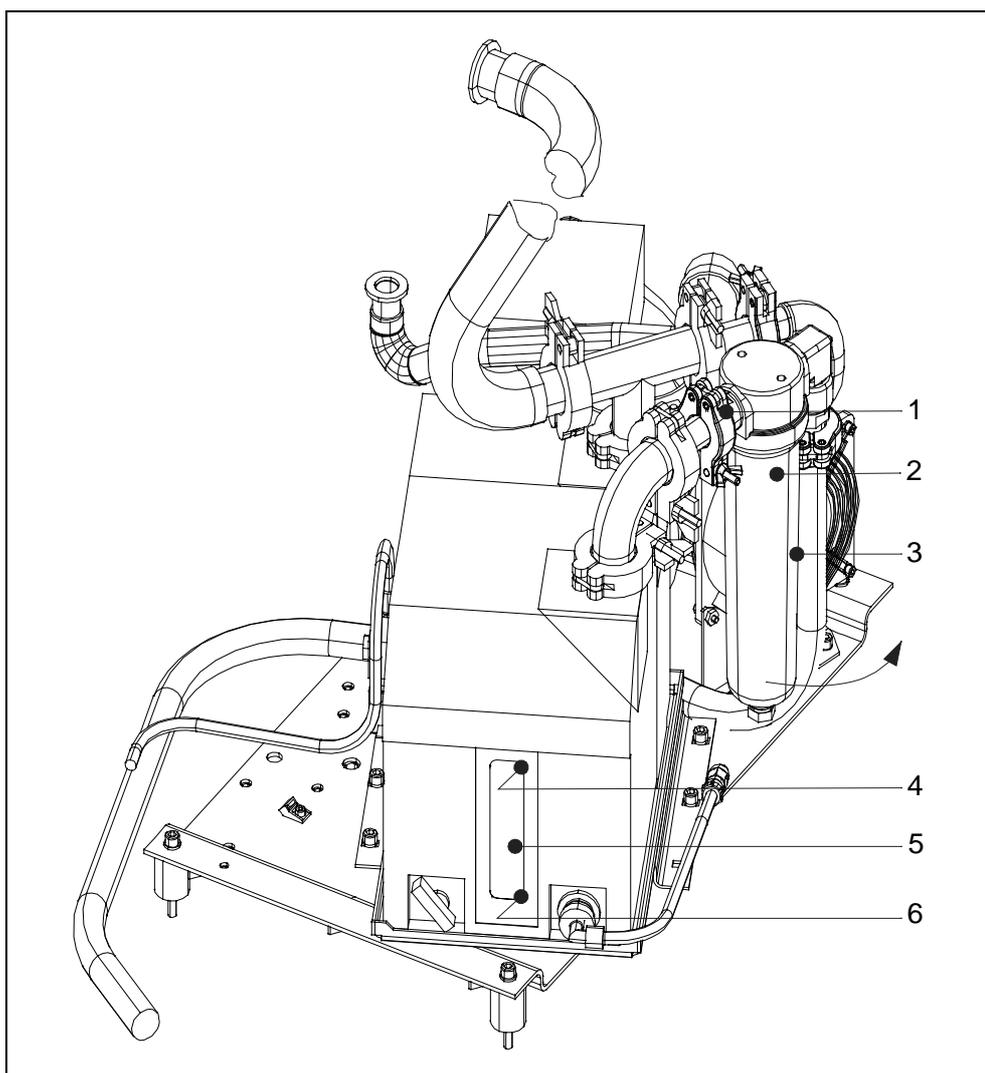

Abb. 9-4 Einbauposition Auspuff-Filter
Die Einbauposition des Auspuff-Filters entnehmen sie nachstender Abb. 9-4.
- Lockern Sie den Spannring am Auspuff-Filter (Abb. 9-4/1) und schwenken den kompletten Filter in Pfeilrichtung soweit nach aussen, dass der Ölvorratsbehälter abgenommen werden kann.